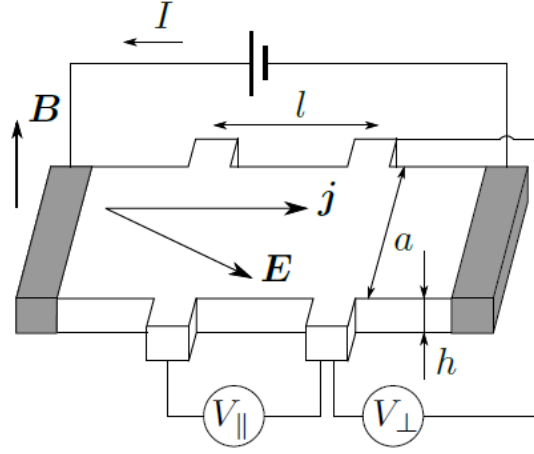

Рис. 2: Схема для исследования влияния магнитного поля на проводящие свойства - мостик Холла
Для исследования зависимости проводимости среды от магнитного поля в данной работе используется мостик Холла (рис. 2). В данной схеме ток вынуждают течь по оси x вдоль
5. Для проведения градуировки электромагнита ознакомьтесь с устройством и принципом работы измерителя магнитной индукции АТЕ-8702. Техническое описание (ТО) расположено на установке. Включите измеритель индукции кнопкой «POWER»; через 2-3 секунды последовательным нажатием кнопки «MODE» установите режим измерения в постоянном поле « a_1 » (см. рис. 2 ТО).